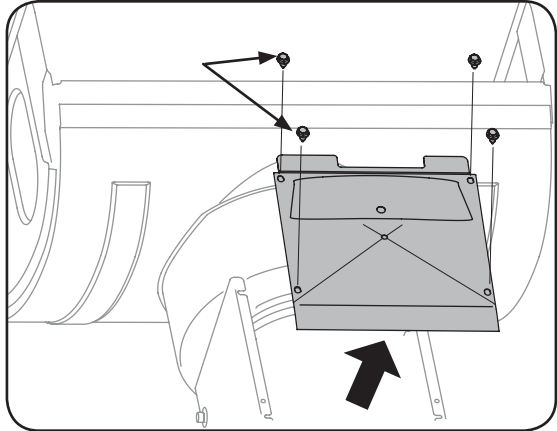

Figure 5-5
- Débrayez la commande de l'entraînement et vérifiez s'il y a suffisamment d'espace entre la roue de frottement et la plaque d'entraînement, à toutes les positions du levier de vitesses. Voir la Figure 5-5.
- Embrayez la commande de l'entraînement, vérifiez si la roue de frottement touche la plaque d'entraînement. Voir la Figure 5-5.